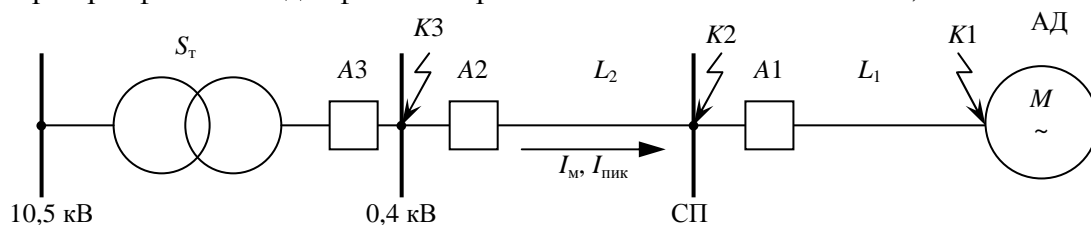

Рисунок 0.1. Схема для практической работы «Расчет токов короткого замыкания в сетях до 1000 В»
4. Расчет токов короткого замыкания в сетях до 1000 В. Выбор аппаратов защиты от короткого замыкания в сетях до 1000 В. Построение карты селективности. Для схемы (рисунок 0.1) выполнить следующие расчеты: